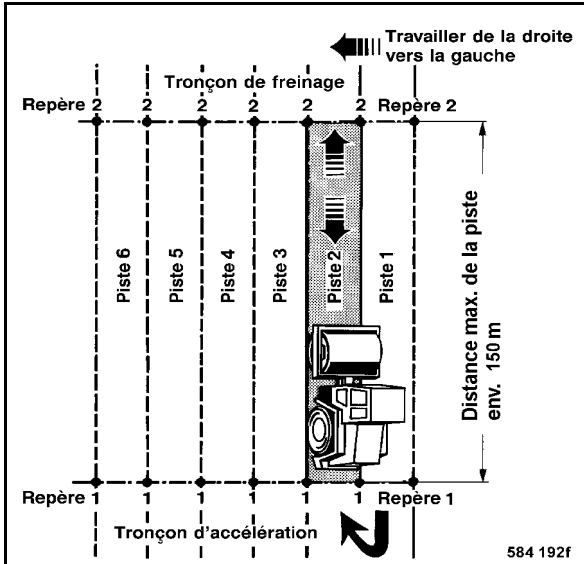

fig. 100
- Répéter la procédure de compactage complète d'enregistrement des données sur la piste suivante (fig. 100).